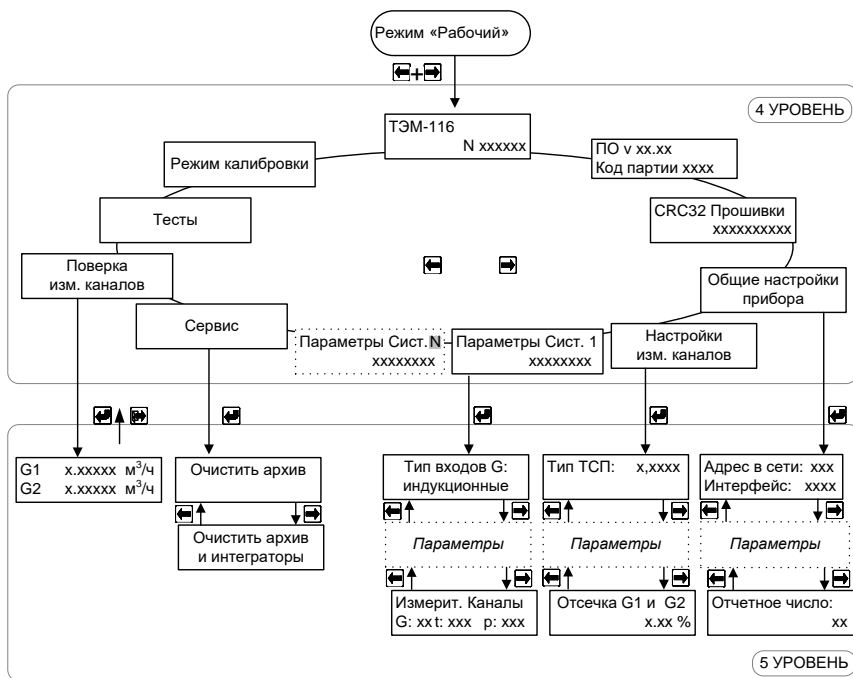

Рис. 7.2
6.3.1 Для входа в режим работы теплосчетчика «Настройки» необходимо, находясь в любом меню режима «Рабочий», **одновременно нажать кнопки «влево» и «вправо»**. Порядок перехода между окнами в режиме «Настройки» изображён на рис. 7.2.
Рис. 7.2а